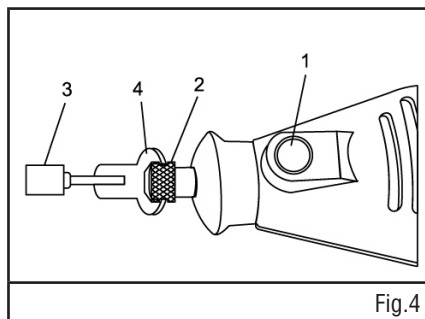

Fig.4
2. Enfoncez le bouton de verrouillage de la tige (n° 1) et tournez doucement l'écrou de pince de serrage (n° 2) jusqu'à ce que le bouton de verrouillage de la tige retienne la tige (voir la figure 4).